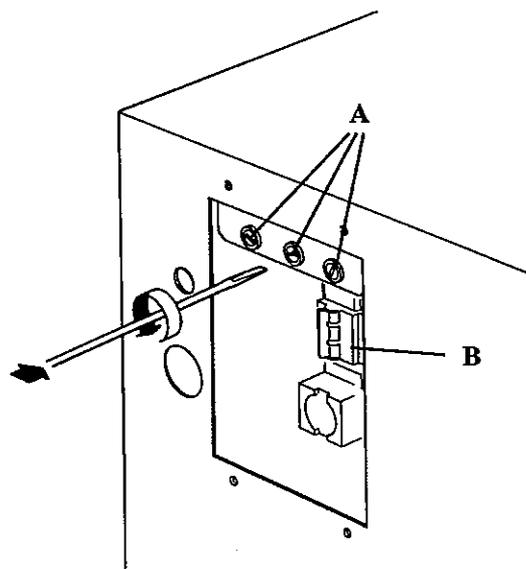

fig. 15
- Insert a screwdriver in the fuse-holder cap hole (*fig. 15/A*). Tighten until the spring's resistance is overcome and rotate 1/4 counter-clockwise. The fuse-holder cap can be removed.
- Introducir un destornillador en la ranura del cabezal del portafusible (*fig. 15/A*). Apretar hasta vencer la resistencia del muelle y girar un cuarto de vuelta en sentido antihorario. El cabezal del portafusible saldrá hacia fuera.
- Introduire un tournevis dans la rainure du cartouche du portefusible (*fig. 15/A*). Serrer jusqu'à vaincre la résistance du ressort et tourner un quart de tour dans le sens contraire des aiguilles d'une montre. Le cartouche du porte-fusible sortira dehors.
- Disassemble the terminal box cover as indicated, at the beginning of this chapter, to reach the Protection Switch (fig. 15/B) and re-instate.
- Desmontar la tapa de la caja de bornes tal como se ha descrito, al inicio de este capítulo, para acceder al Interruptor de Protección (fig. 15/B) y conectarlo.
- Démontez le couvercle du boîtier de bornes comme indiqué au début de ce chapitre, pour accéder à l'Interrupteur de Protection (fig. 15/B) et le brancher.